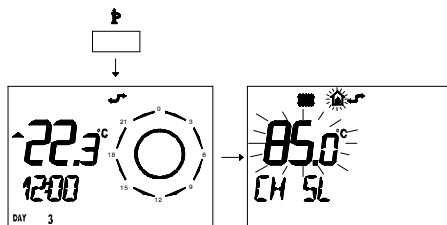

fig. 8.2
- 9 Premere per più di 3 secondi il pulsante per entrare in modalità *INFO*. (fig. 8.2)